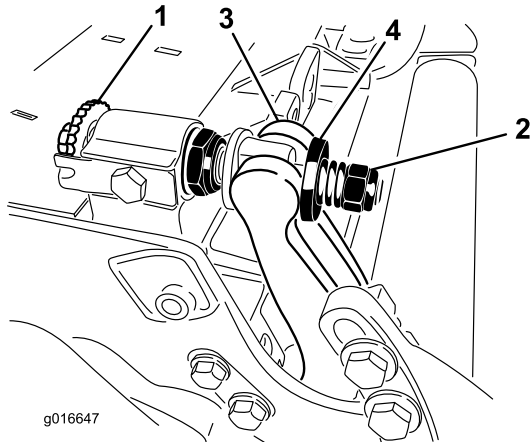

Figura 23
1. Ruotate le viti di regolazione della barra di appoggio in senso antiorario per allontanare la controlama dal cilindro (**Figura 23**).
2. Allentate il dado di tensione della molla finché la rondella non sarà più in tensione contro la barra di appoggio (**Figura 23**).